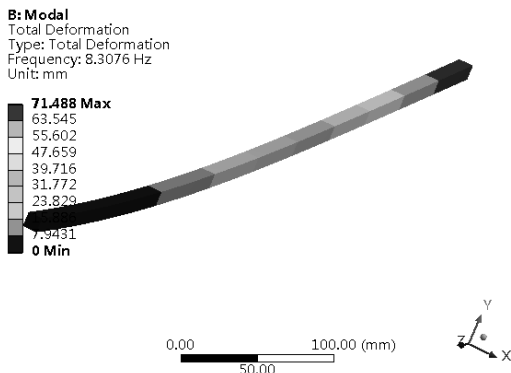

图 9-28 一阶模态总变形分析云图
Step4：选择 Outline（分析树）中 Solution（B6）下的 Total Deformation（总变形）选项，此时会出现如图 9-28 所示的一阶模态总变形分析云图。